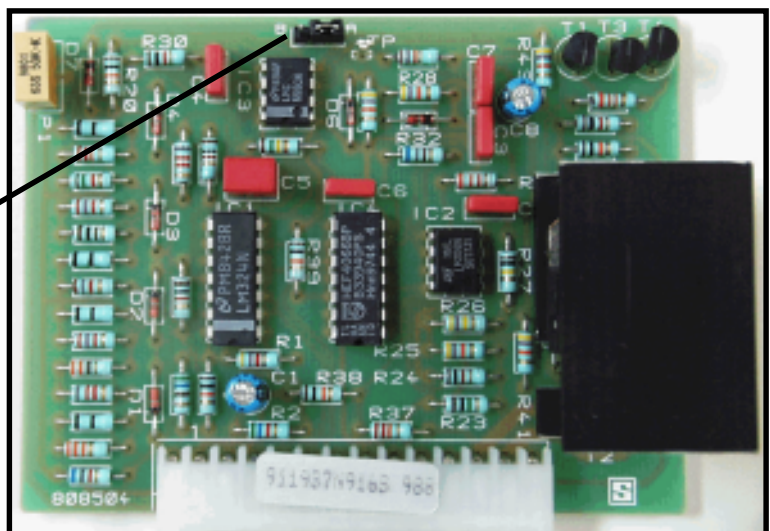

Abb. 2.
2. Das Speed PCB, das in allen Prozessoren mit Analog Steuerung verwendet wird, ist nun mit einem Jumper montiert, wo die creep speed Funktion aktiviert / deaktiviert werden kann. Falls die Funktion deaktiviert wird, werden sich die Walzen noch jede 20. Minute, in Verbindung mit AOX regenerat, einen kurzen Moment drehen. Sehen Sie die Abb. 2.